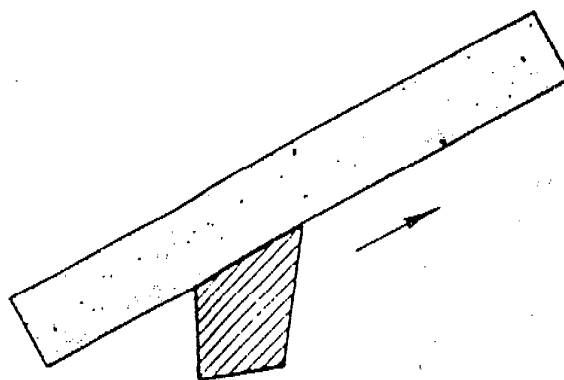

Figura 17
- b. Afíle la cara de ataque (Figura 17).